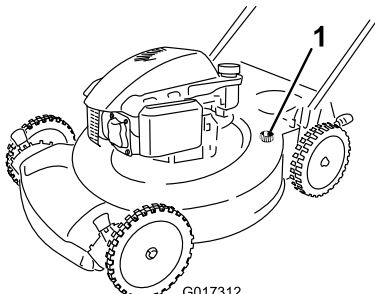

Figure 25
5. Branchez un tuyau d'arrosage, relié à une arrivée d'eau, au raccord de lavage de la machine (Figure 25).